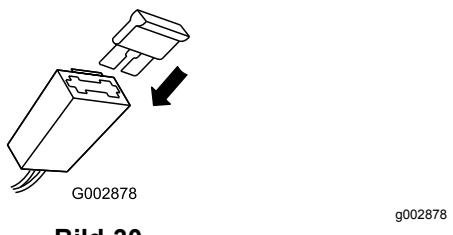

Bild 30
3. Wechseln Sie die Sicherung im Sicherungshalter aus (Bild 30).